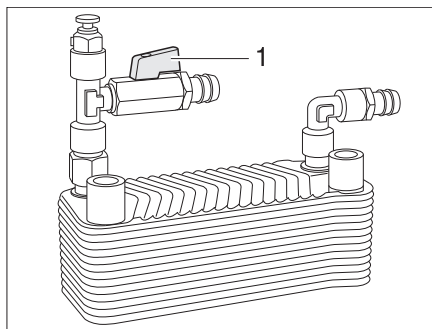

Fig. 296 Scambiatore di calore Alde
*Accensione:* ■ Posizionare la maniglia (Fig. 296,1) del rubinetto di chiusura parallelamente alla tubazione.
*Spegnimento:* ■ Posizionare la maniglia (Fig. 296,1) del rubinetto di chiusura verticalmente rispetto alla tubazione.